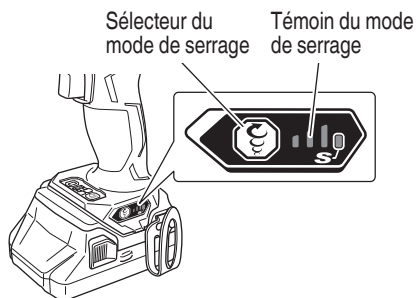

Fig. 16
10. Fonction du sélecteur de mode de serrage (Fig. 16)